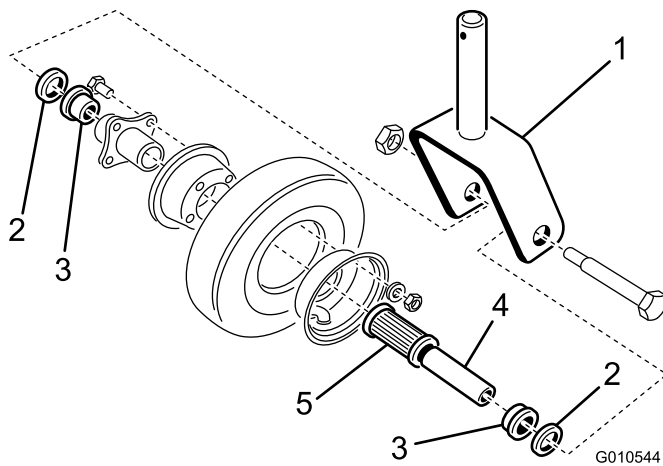

Figura 19
2. Coloque a roda para o lado e permita que o casquilho da vara de ligação (Figura 19) caia.
3. Retire um retentor do rolamento do cubo da roda e deixe cair o espaçador do rolamento. Retire o retentor do rolamento do lado oposto ao do cubo da roda (Figura 19).